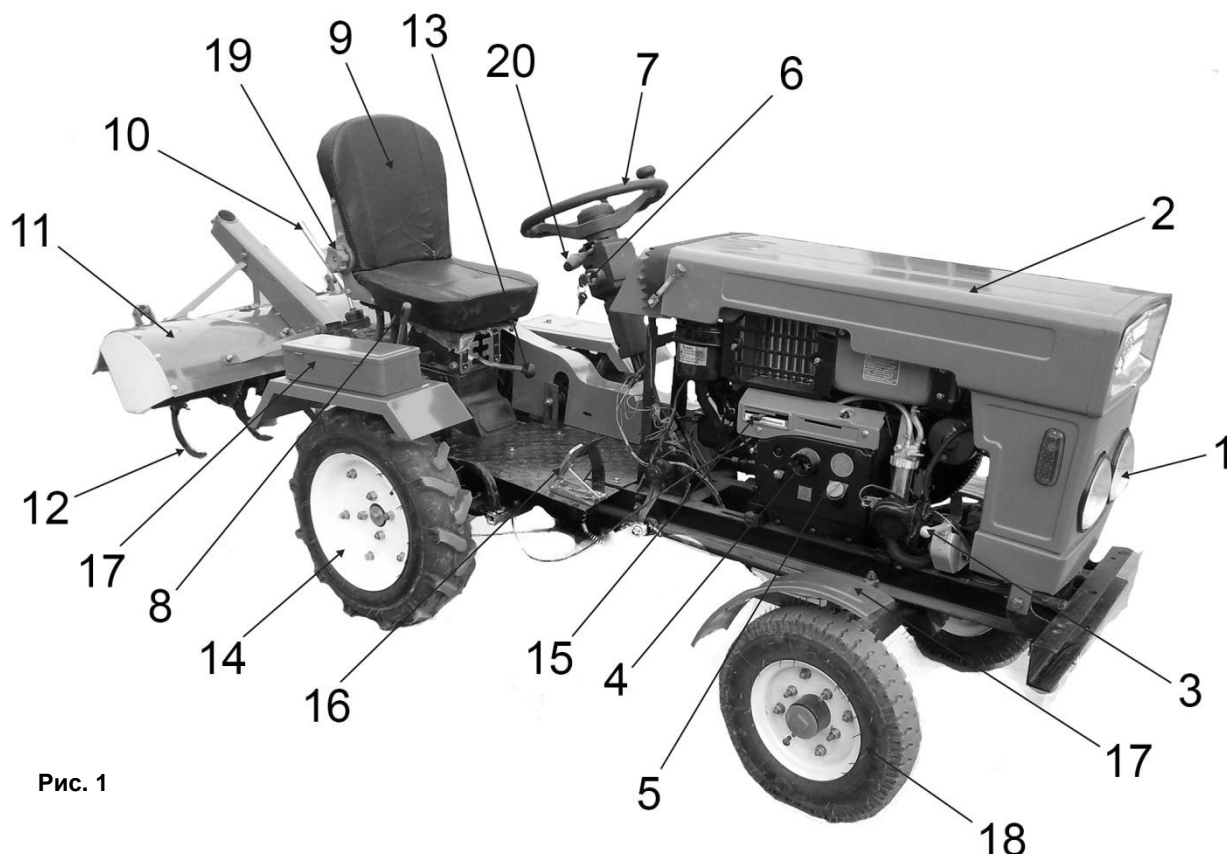
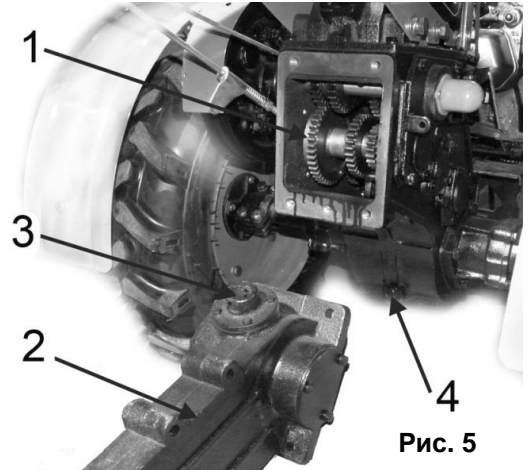

Рис. 1
Рис. 5
- **Рисунок 1.** Органы управления трактором: 1 – фара освещения; 2 – капот; 3 – выключатель «массы»; 4 – ручной стартер; 5 – щуп масляный; 6 – ключ зажигания; 7 – руль управления; 8 - рукоятка управления гидроцилиндра подъемом фрезы; 9 – водительское сиденье; 10 - рукоятка управления включения фрезы; 11 – защитный кожух фрезы; 12 – фреза для культивации почвы; 13 - рычаг переключения передач; 14 – колесо заднее; 15 – регулятор оборотов двигателя; 16 – педаль газа; 17 – бокс для инструмента; 18 – колесо переднее; 19 – регулятор наклона водительского сиденья; 20 – переключатель поворотников / света.
- Почвофреза так же должна быть закрыта кожухом (11)(См. Рис.1). Эксплуатация трактора без защитного кожуха категорически запрещена!
- Обязательно залейте около 0,5 литра трансмиссионного масла (класс SAE 80W-90 вязкостью GL-5) непосредственно в цепной редуктор фрезы (2)(См. Рис.5).
- Совместите редуктор (2) с коробкой (1)(См. Рис.5). И зафиксируйте соединение 4 болтами.
- Установите рычаг включения вращения почвофрезы (10)(См. Рис.1) в сцепную нишу (3)(См. Рис.5).
- Поворот рычага (10)(См. Рис.1) направо - включает вращение фрез.
- Поворот рычага влево - отключает вращение фрез (12)(См. Рис.1).
- Ход рукоятки (8)(См. Рис.1) регулирует гидравлическую систему изменения высоты положения почвофрезы.
- Для слива отработанного масла, предусмотрен сливной болт (4)(См. Рис.5). Открутите его и слейте старое масло, перед заливкой свежего.
- Запрещается открывать крышку топливного бака (2)(См. Рис.1) горячего или работающего двигателя.